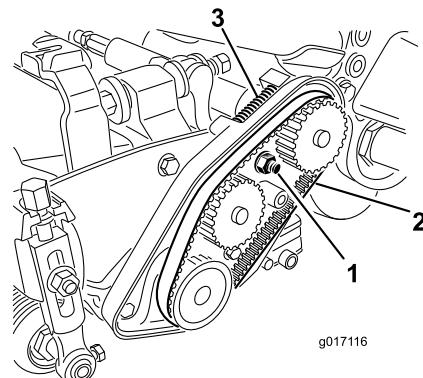

Рисунок 42
- Ослабьте крепежную гайку корпуса подшипника (Рисунок 42).
- C. Полностью удалите весь мусор из отсека ремня и вокруг пружины сжатия (Рисунок 42).